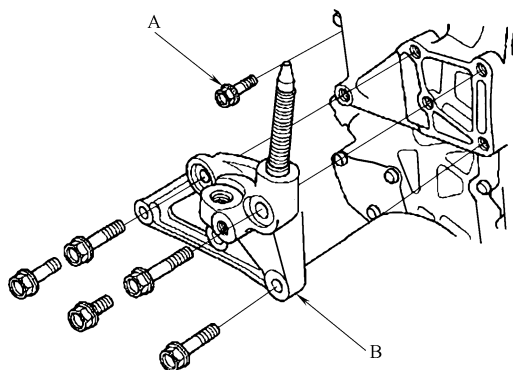

图23-125 拆卸发动机冷却液旁通管路固定螺栓 A 和发动机侧面固定支架 B
11) 按照图 23-125 所示，拆卸发动机冷却液旁通管路固定螺栓 A，然后拆卸发动机侧面固定支架 B。